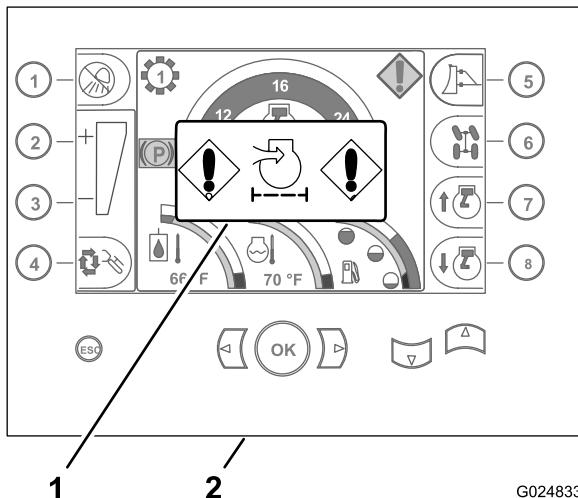

Figure 27
- Vérifiez si le témoin de colmatage du filtre à air est affiché sur l'écran d'accueil du centre de commande (Figure 27).